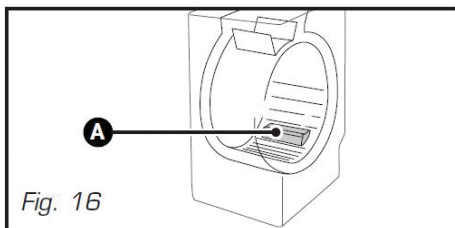

Fig. 16
– Ouvrez les portillons du tambour. Au fond de ce dernier vous voyez apparaître une pièce en plastique (A) (Fig. 16).